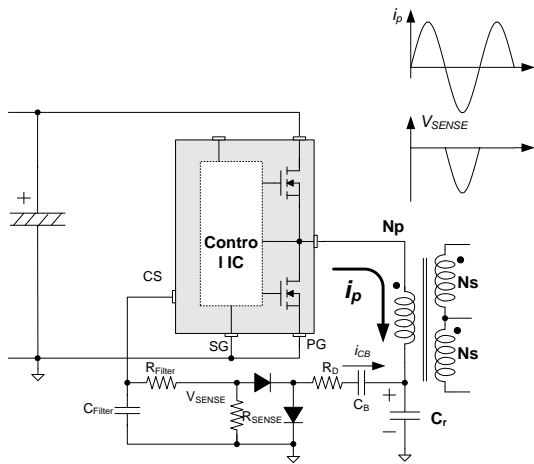

图 29. 电容检测
**8.2 电容感测方法：**漏极电流可以采用一个额外的与谐振电容并联的电容检测，如所示图 29。在低侧开关导通期间，通过  $C_B$  的电流  $i_{CB}$  使  $V_{SENSE}$  加在  $R_{SENSE}$  上。 $i_{CB}$  是  $i_p$  按阻抗比  $C_r$  和  $C_B$  的分流。一般地， $C_B$  与  $C_r$  比较合适的比值为  $1/100 \sim 1/1000$ 。 $R_D$  用作减少开关转换产生的噪声的阻尼。通常可使用数百欧姆至几千欧姆。